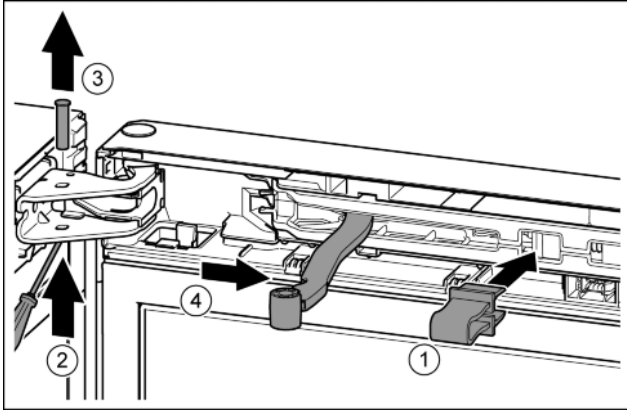

Fig. 8
- ▶ Фиксирайте предпазителя. ▶ Фиксирайте предпазителя в отвора. *Fig. 8 (1)*
- ▶ С отвертката избутайте болта. *Fig. 8 (2)*
- ▶ Извадете болта нагоре. *Fig. 8 (3)*
- ▶ Завъртете шарнира в посока към вратата. *Fig. 8 (4)*